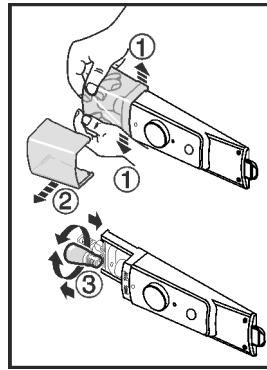

Fig. 11
- ▶ Натиснете навън капака на лампата в предната част отвътре съгласно фигурата Fig. 11 (1) и го изтеглете настрани Fig. 11 (2).
- ▶ Сменете лампата. Fig. 11 (3)